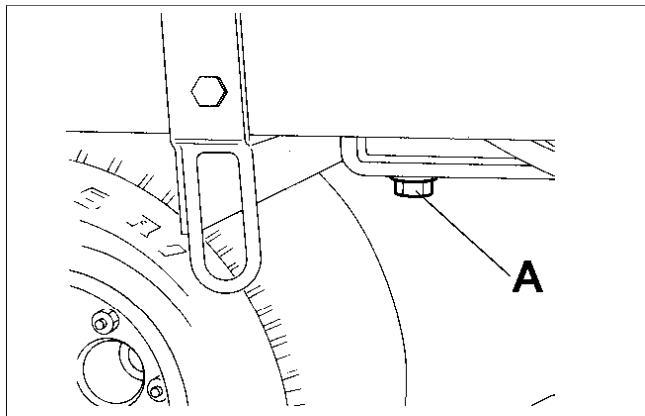

Fig.26
- Bei warmen Motor Ölablaßschraube (A Bild 26) und alles Öl aus der Ölwanne ablaufen lassen.
- (a) Riscaldare il motore, togliere il tappo di spурго (A Fig. 26) e scaricare tutto l'olio dalla coppa del motore.